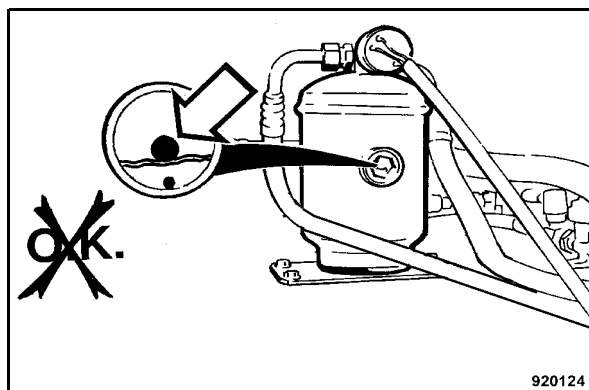

Fig. 158
- Informer le service après-vente, si la bille flottante (Fig. 158) dans le regard se trouve en bas.